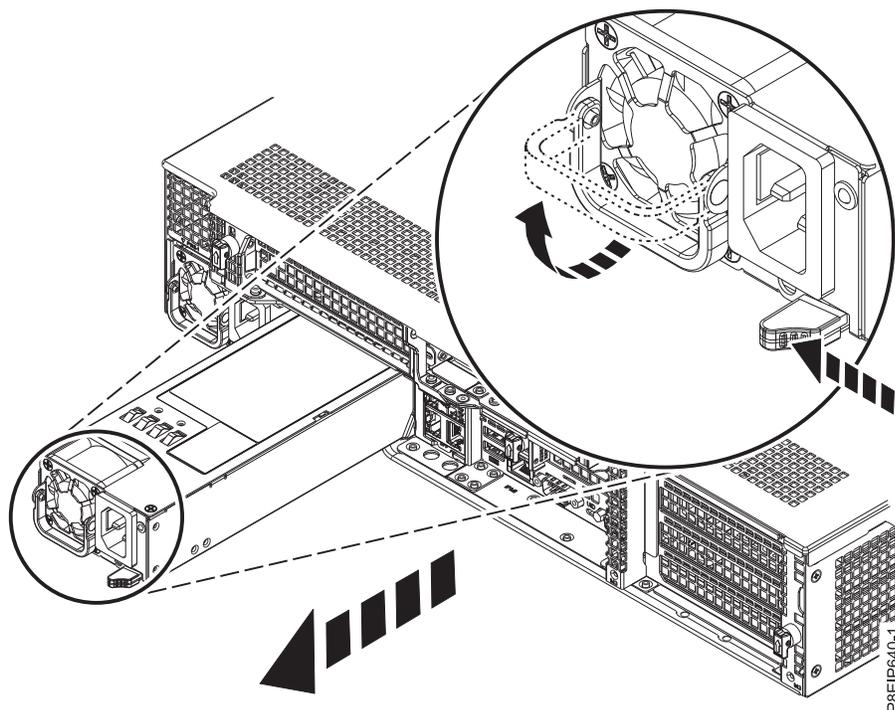

Figura 93. Removendo uma fonte de alimentação do sistema
- a. Para desprender a fonte de alimentação de sua posição no sistema, empurre a guia de travamento para a esquerda conforme mostrado na Figura 93.